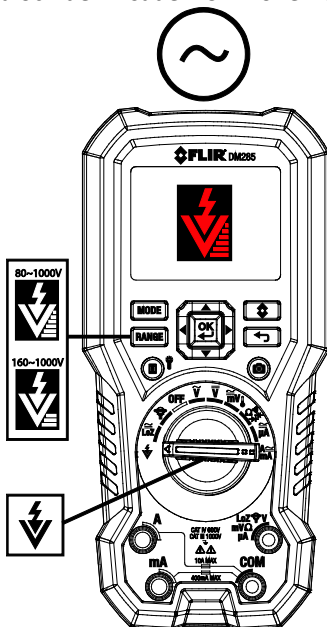

Bild 9-2 Beröringsfri spänningsdetektor
1. Sätt funktionsknappen i NCV-läge . Se Bild 9-2.
3. Använd knappen **RANGE** för att välja Högt (80~1000V) eller Lågt (160~1000V) känslighetsintervall (se känslighetsikonerna på Bild 9-2).